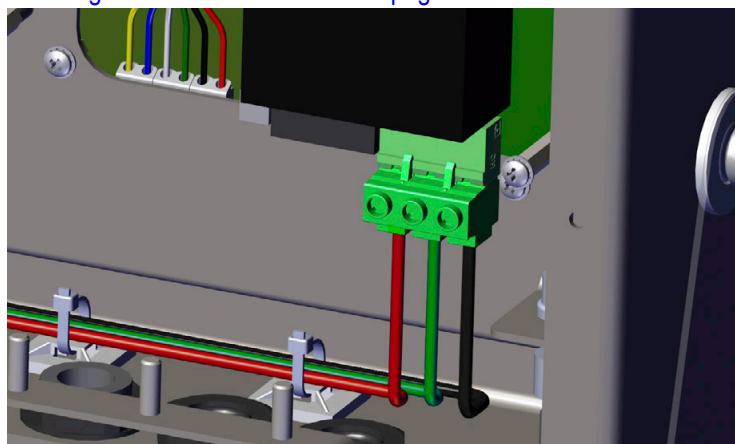

Figura 2-22. Connessione del cablaggio DC
2. Far passare i tre fili sul retro dell'indicatore e connetterli alla spina a tre pin (PN 15888) che si collega alla scheda di alimentazione, vedere la Figura 2-22 e la Tabella 2-3 a pagina 23.